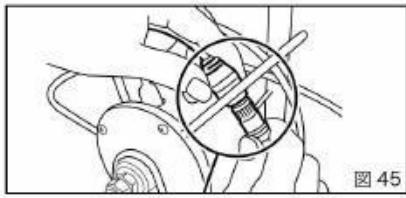

図 45
③カメラケーブルをケーブルドラム内に1周巻いてケーブルドラム側のコネクタとカメラケーブル側のコネクタを接続します。(図 45)